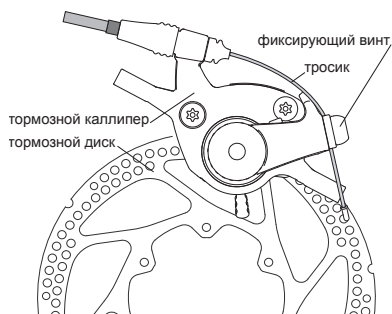
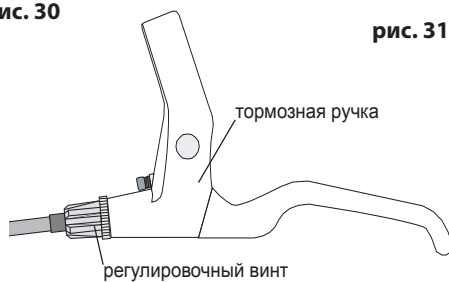

рис. 30
рис. 31
4. отрегулируйте и зафиксируйте тормозной трос таким образом, чтобы при нажатии на тормозную ручку она не доставала до руля 2-3 см. (5-8 н/м) (рис. 30), при необходимости используйте регулировочный винт на тормозной ручке (рис. 31);